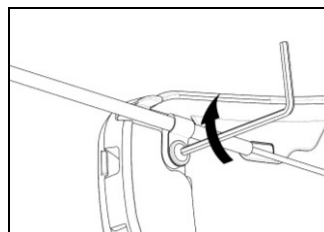

Abb. 5
- Stecken Sie die Schraube in die Klemme des Mikrofonhalters ein; Schrauben Sie mit Hilfe des mitgelieferten Schlüssels die Schraube des Mikrofonhalters am Helm fest (Abb. 5).